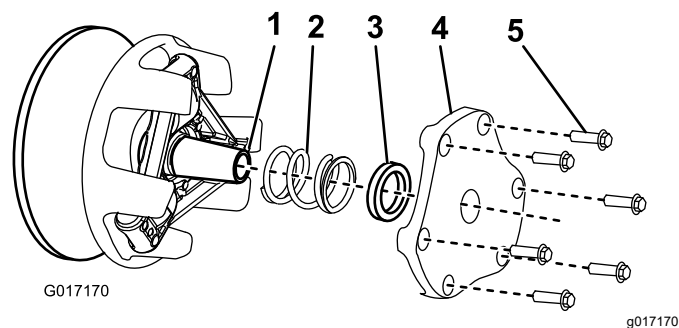

Figure 47
- Mettez le couvercle, l'entretoise et le ressort de côté (Figure 47).